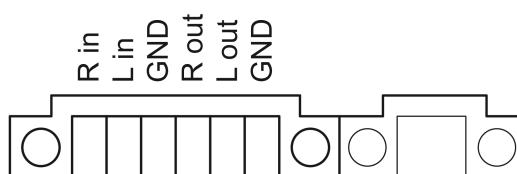

Bild 6: Beläggning för ljudanslutningar
- Anslut ljudenheter till klämma (13) (Bild 6).